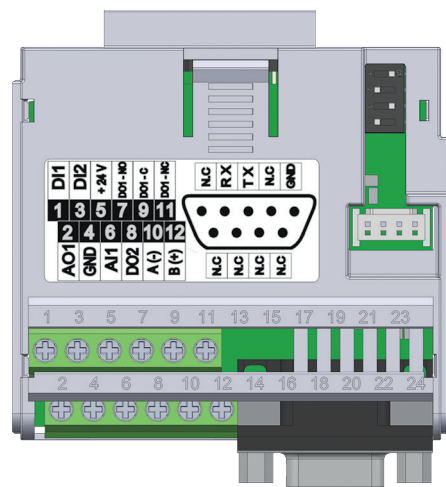

图 19.2: 插入模块CFW500-CRS232
CFW500-CRS232 插入式模块通过端子 10 (A-) 和 12 (B+) 处的 RS-485 端口提供串行 (1) 接口, 以及通过端子 10 (A-) 和 12 (B+) 处的 RS-232 端口提供串行 (2) 接口。标准连接器 Db9, 参见 图 19.2 (第19-1页)。